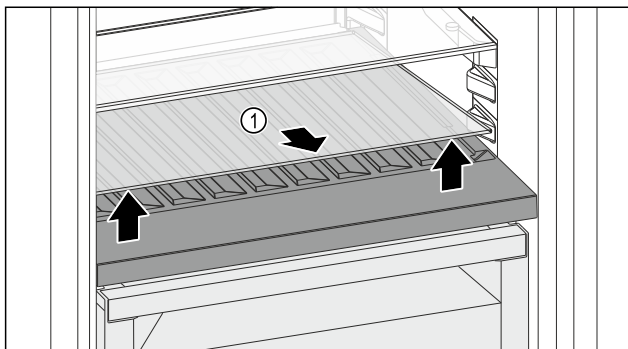

Fig. 122
- Soulever la plaque de verre Fig. 122 (1) au niveau de l'évidement avant et la retirer.
- Entreposer la plaque de verre Fig. 122 (1) dans un endroit sûr hors de l'appareil.
- Insérer la plaque de verre (2) sous le compartiment à bouteilles amovible.